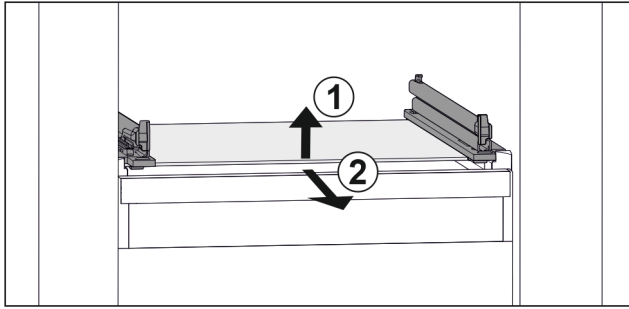

Fig. 133 Beispielhafte Darstellung der Glasplatte
- Glasplatte vorne anheben. Fig. 133 (1)
- Glasplatte nach vorne entnehmen. Fig. 133 (2)